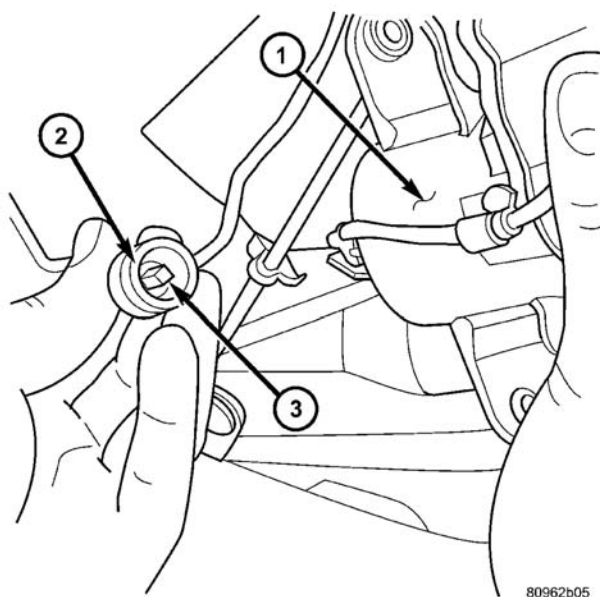

图 21 弹性传动电缆
- (1) 将弹性传动总成在车上定位。
- (2) 安装弹性传动总成到下传动装置上。一直向上推直至将其卡在适当的位置。可能需要稍稍地旋转传动装置齿轮直至弹性传动就位。
- (3) 安装下传动装置罩和固定螺钉。
- (4) 将弹性传动装置安装在电机总成中。对齐方形内轴并一直向上推（图 21）。